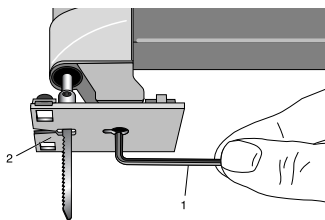

Fig. 3
1. Klemmschraube mit Hilfe des Innensechskantschlüssels 1 (Fig. 3) lösen.
2. Sägeblatt (2) auf den gewünschten Gehrungswinkel einstellen und Klemmschraube wieder festziehen.